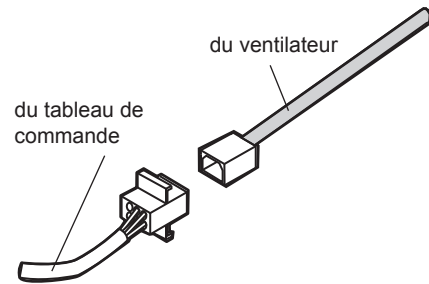

Figure 14 : Câblage de la hotte avec un ventilateur intégré
- Branchez la fiche de connexion Molex dans le connecteur situé à l'intérieur de la hotte, comme illustré sur la Figure 14.